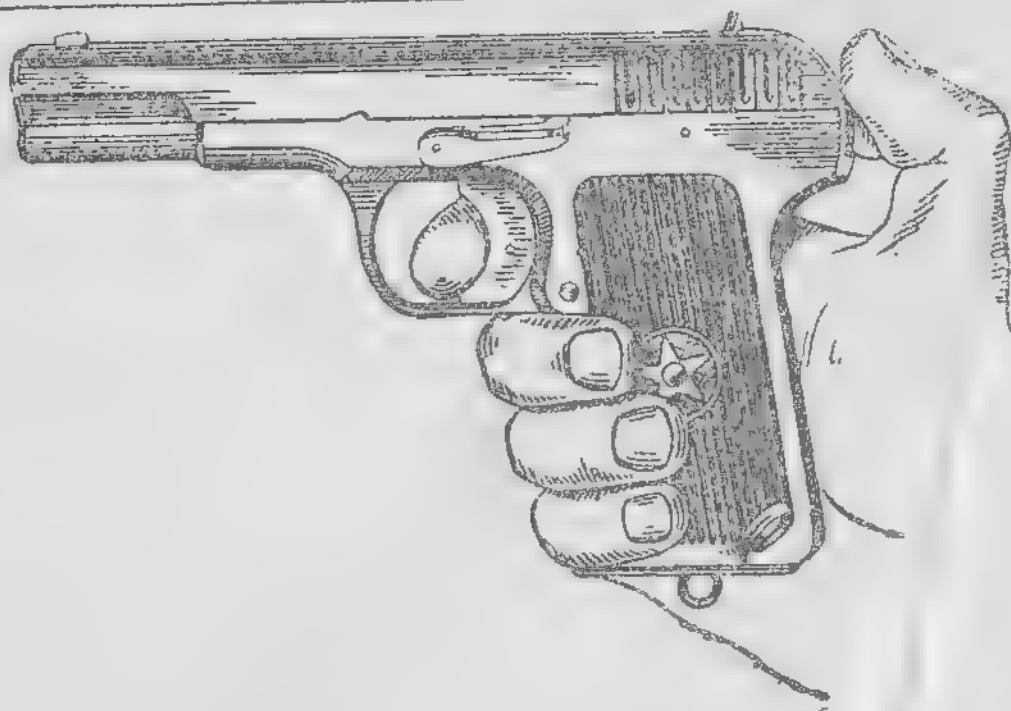

Рис. 97. Как спустить курок.
3) спустить курок: удерживая пистолет в правой руке, наложить большой палец этой руки на головку курка, а указательным пальцем нажать на спуски, придерживая курок, плавно спустить его (рис. 97);